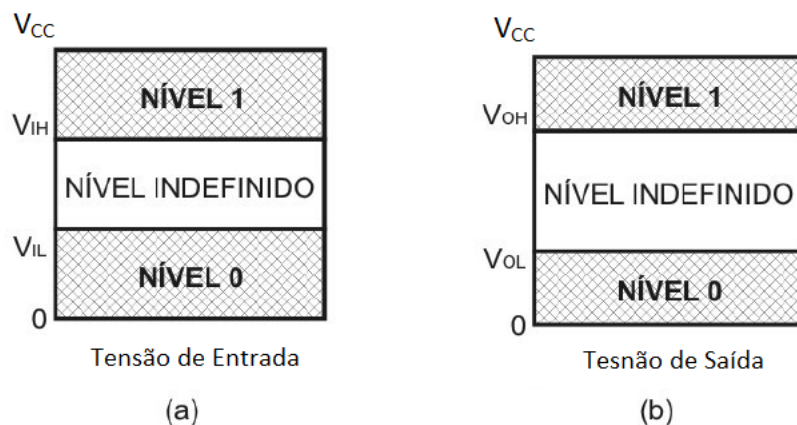

Figura 4.8
- **V_{OH}** - É o valor mínimo de tensão de saída correspondente ao nível lógico alto que um CI vai gerar, como apresentado na Figura 4.8 (b).
- **V_{OL} (máximo)** - É o valor máximo de tensão de saída correspondente ao nível lógico baixo que um CI vai gerar, como apresentado na Figura 4.8 (b).
- **V_{IH}** - É o valor mínimo de tensão de entrada correspondente ao nível lógico alto, como apresentado na Figura 4.8 (a).
- **V_{IL}** - É o valor máximo de tensão de entrada correspondente ao nível lógico baixo, como apresentado na Figura 4.8 (a).